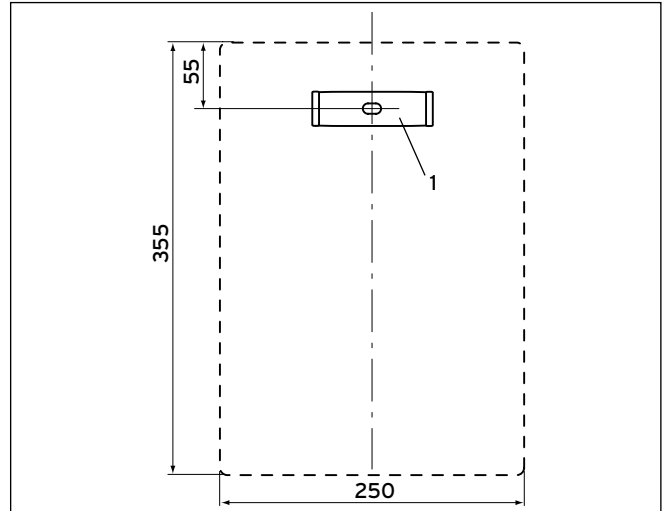

Fig. 3.2 Montaggio del supporto a muro
- Praticare un foro (1) per un tassello in plastica 10 x 40 mm (vedere fig. 3.2).